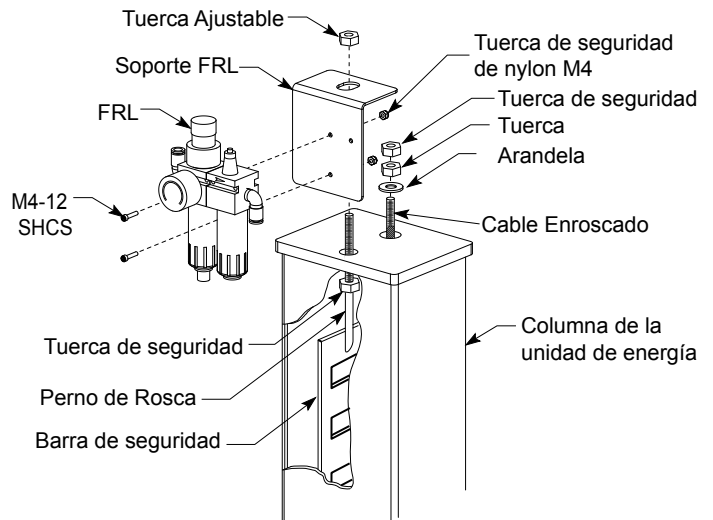

Fig. 7a
- B. Enrosque la contratuerca en el espárrago roscado de la barra del pasador tanto como sea posible. Sitúe la barra del pasador detrás de la columna. Enrosque la tuerca de ajuste por el espárrago roscado hasta que la tuerca y la placa superior estén al mismo nivel, Fig. 7a. Repita para las otras columnas.
- C. Coloque el Soporte FRL en la parte superior de la columna de la unidad de energía. Guíe el espárrago roscado a través del agujero de la placa superior de la columna y el soporte, Fig. 7a.